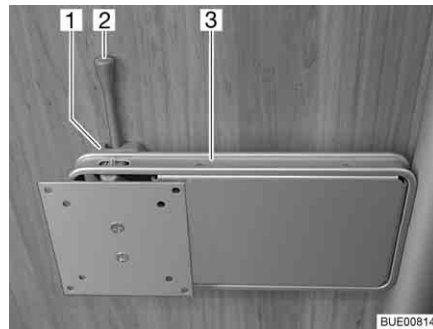

Fig. 49 Fijación en la columna
- Empujar la palanca de desbloqueo (Fig. 49,2) hacia el lado y girar el soporte (Fig. 49,3) junto con la pantalla plana a la posición deseada.
- Girar la pantalla plana hacia la posición inicial hasta que el soporte (Fig. 49,3) engatille en el bloqueo (Fig. 49,1).